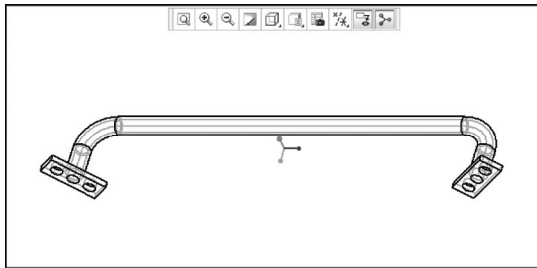

图 1-52 隐藏线模式显示模型效果
STEP 03 执行上述操作后，即可以隐藏线模式显示模型，效果如图 1-52 所示。